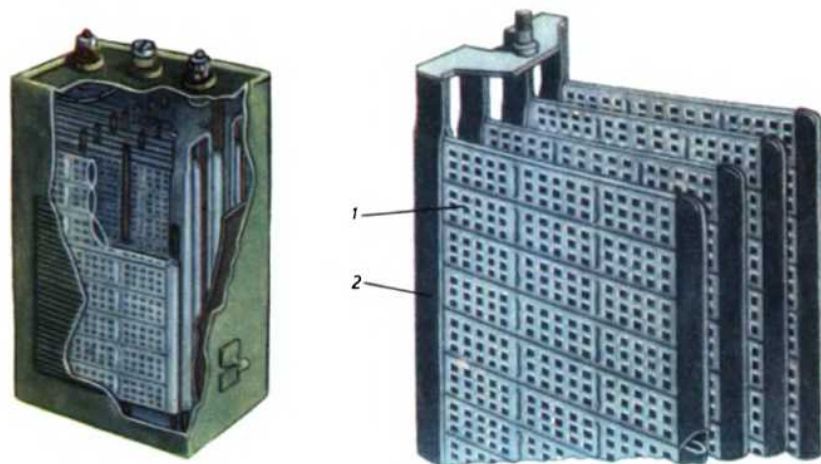

Рис. 129. Устройство пластин щелочного ламельного аккумулятора:
ких отверстий (рис. 129) запрессована порошкообразная масса из гидрата закиси никеля $Ni(OH)_2$ — для положительных (1) и гидрата закиси кадмия $Cd(OH)_2$ — для отрицательных пластин (2).